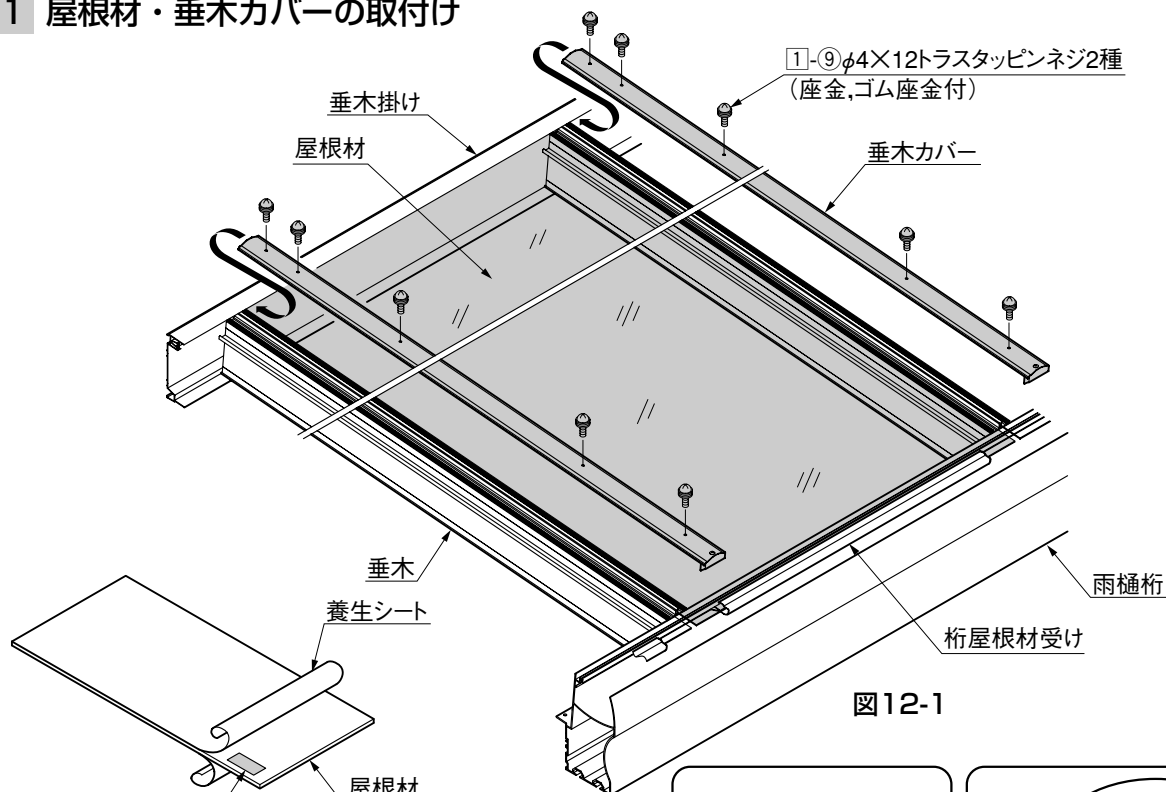

図12-1
① 図のように屋根材および垂木カバー、妻垂木カバーを取付けてください。(図12-1参照)